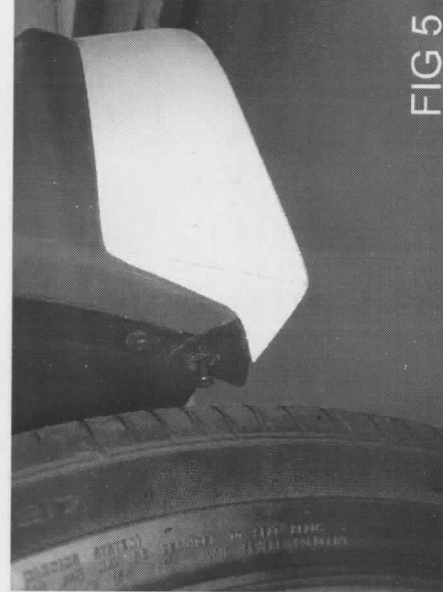

FIG 5
7. IF NECESSARY, MAKE ANY ADJUSTMENTS TO THE SPOILER TO ACHIEVE A SATISFACTORY FIT. ONCE PROPER FIT IS ACHIEVED, TIGHTEN OUTER SCREWS INSTALLED IN STEP 6. MAKE SURE OUTER ENDS OF SPOILER AND FRONT BUMPER ARE FLUSH (SEE FIG. 5).